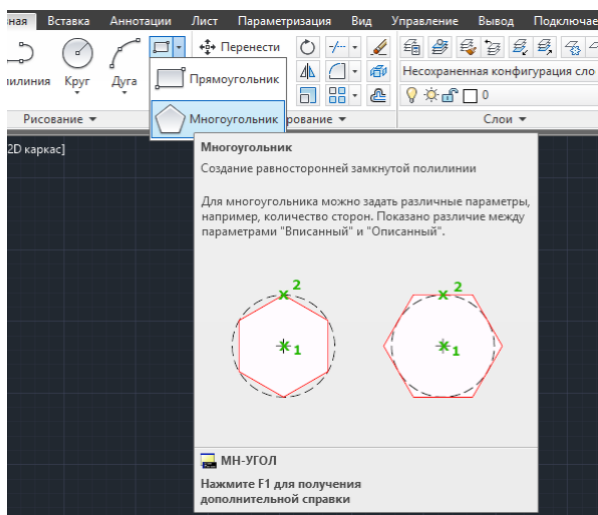

Рисунок 2.12 – Команда «Многоугольник»
- выбрать из меню «Рисование» команду «Многоугольник» (рисунок 2.12);